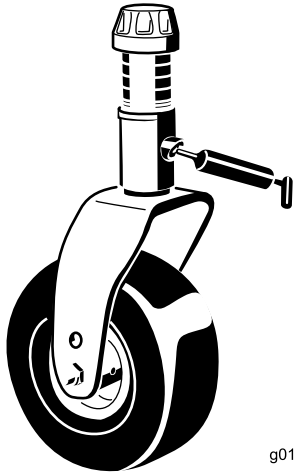

Figura 13
- Casquillos (4) del eje de la horquilla de las ruedas giratorias (Figura 13)